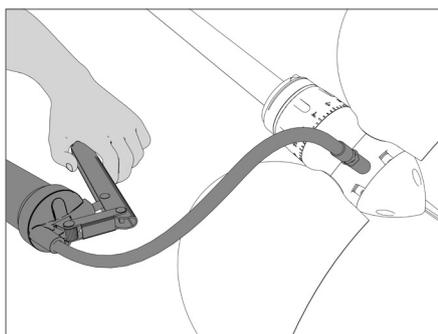

ABB. 45 | Einpressen von Schmierfett
- Pressen Sie EWOL-Fett, das auf www.ewoltech.com oder www.ewol-propellers.com (aus den USA) bestellt werden kann, mit einer Fettpresse ein (**Abb. 45**), bis es an den Propellerblattansätzen oder der MPS-Ringmutter austritt.